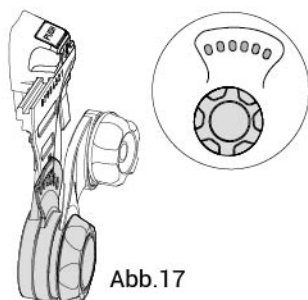

Abb.17
- Um die Ruheposition und den Drehbereich einzustellen, lösen Sie den Spannkopf, drehen den Hebel in eine der 3 Positionen und ziehen den Spannkopf wieder fest (siehe Abb.17).